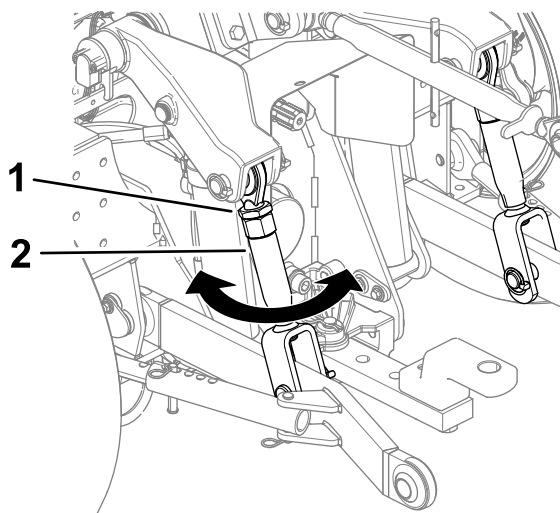

Figure 24
1. Desserrez l'écrou de blocage sur l'une des biellettes de levage (Figure 24).
2. Sortez plus ou moins la biellette de levage jusqu'à ce que l'accessoire soit de niveau (Figure 24).
3. Resserrez l'écrou de blocage (Figure 24).